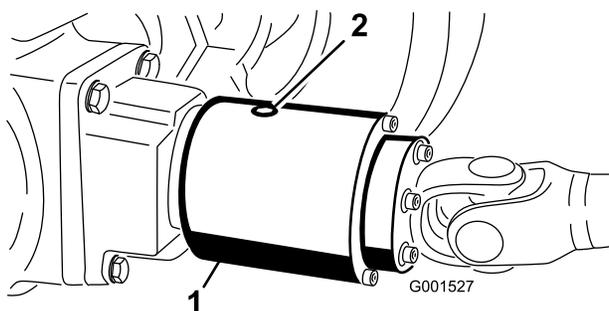

図 29
2. 点検プラグが4時の位置にくるようにクラッチ 図 29 を回す。